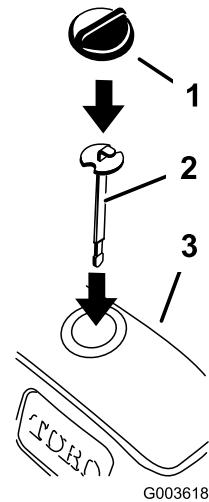

Bild 36
3. Setzen Sie den neuen Peilstab ein und prüfen Sie den Ölstand (Bild 36).